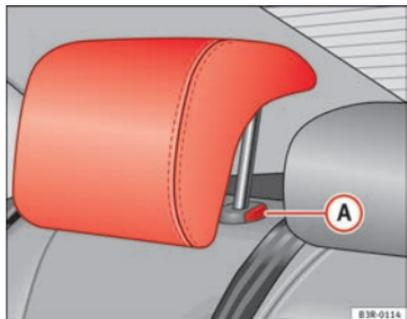

Abb. 5 Hintere Seitenkopfstützen
- Drücken Sie den Knopf **A** ⇒ Abb. 5 und führen Sie die Kopfstütze nach unten.
- Drücken Sie auf die Taste **A** ⇒ Abb. 5 und ziehen Sie gleichzeitig die Kopfstütze heraus.